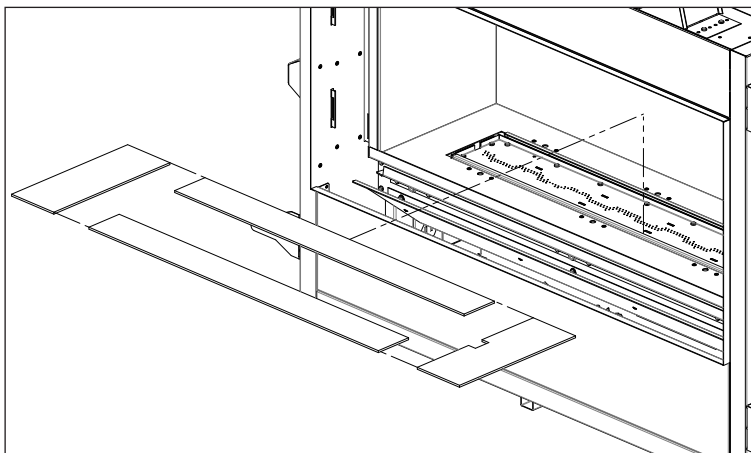

Figure 62: Placement du cadre
2. Placez le cadre sur la plate-forme du brûleur comme indiqué dans Figure 62.